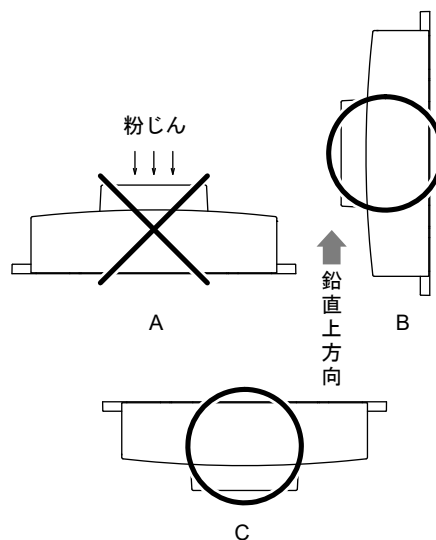

図5
- 防じん構造のボックスなどに格納されていない場合は『図5 A』に示すような設置はしないでください。コネクタ内に粉じんがたまりやすくなります。